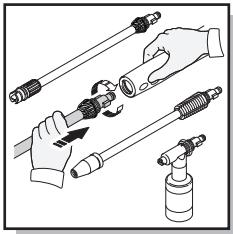

Fig. 6
- Pendant que le pistolet à peinture est dans la position fermée à clef, insérer la lance de turbo, la lance de spray ajustable, ou la bouteille détergente directement dans la fin du pistolet à peinture en insérant et pousser et tournant ensemble dans le sens des aiguilles d'une montre simultanément (la fig. 6). Pour enlever la poussée et tourne ensemble Poussée dans le sens des aiguilles d'une montre opposée le bouton de serrure de sécurité pour verrouiller la détente sur le pistolet à peinture en changeant des lances ou le réservoir détergent, garantir qu'ils n'éjectent pas accidentellement avec la force pendant l'enlèvement.